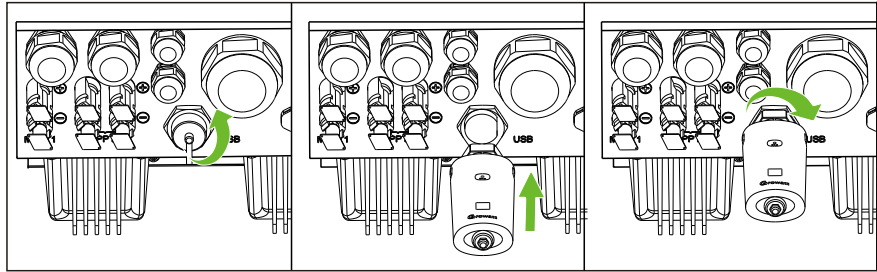

Fig 6.21 Conexión USB
- 2> Como se muestra en la Fig. 6.21, inserte el módulo WiLAN-X2 en la interfaz USB y el indicador LED del módulo WiLAN-X2 se encenderá.
- 3> Como se muestra en la Fig. 6.21, asegúrese de que está orientado hacia delante, ya que el inversor se ha montado en la pared, inserte el módulo de monitorización en la interfaz USB y apriete el cierre.